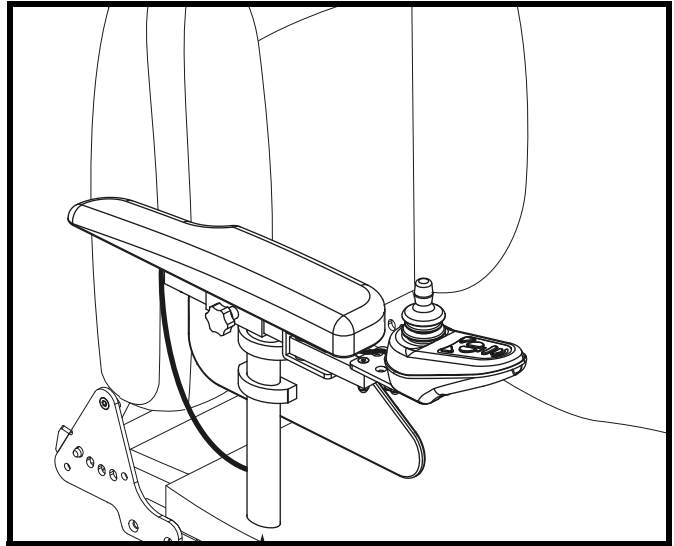

Abb. 16. Montage/Demontage der Armlehne
Siehe Abb. 16.
1. Führen Sie die Armlehnenbaugruppe in die Armlehenhalterung ein. **Siehe Abb. 16.**